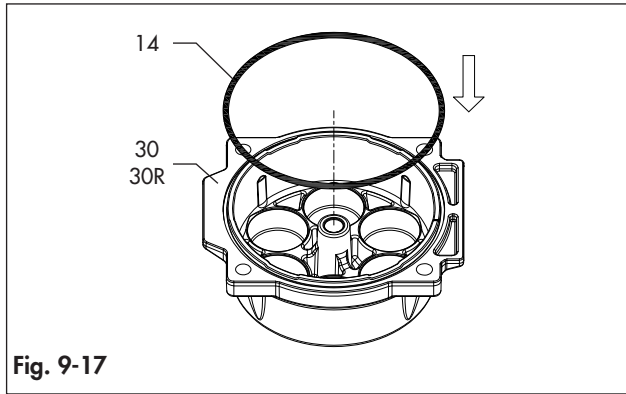
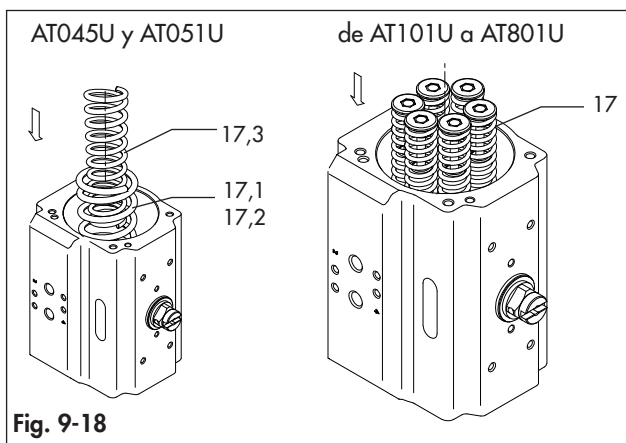
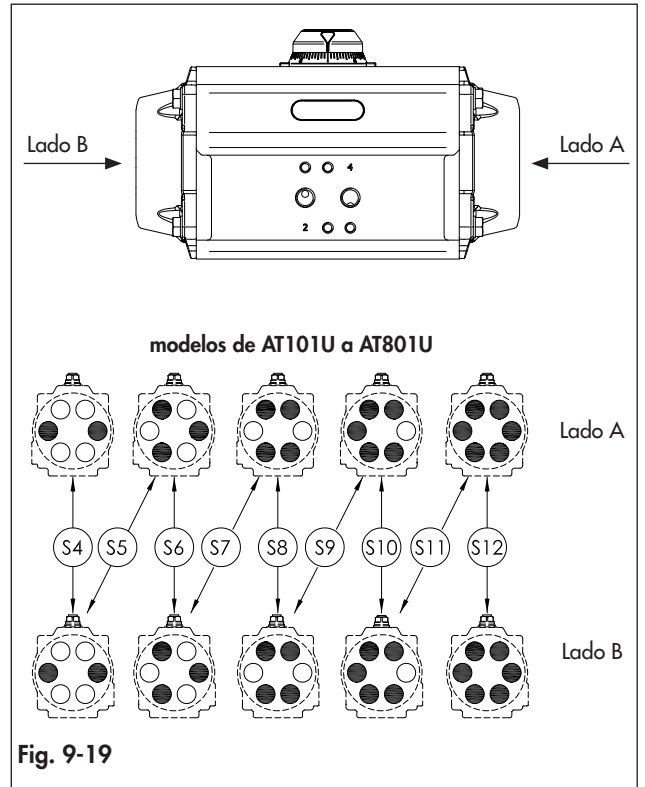

Fig. 9-17
Fig. 9-18
Fig. 9-19
- Ponga la junta tórica de las tapas (14) en las ranuras como aparece en la fig. 9-17 y asegúrese de que la junta tórica está estable en sus partes internas.
- Lubrique de nuevo la superficie interna del cuerpo (50).
- En caso de actuador de simple efecto, ponga la cantidad adecuada de cartuchos de muelle en la posición correcta, como aparece en la tabla 9-4, tabla 9-5, fig. 9-18 y fig. 9-19 en función del modelo de actuador.